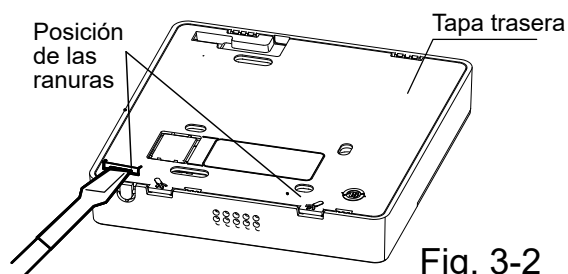

Fig. 3-2
- Inserte un destornillador plano en las ranuras de la parte inferior del control cableado (2 lugares), y retire la parte superior del control cableado (Fig. 3-2)